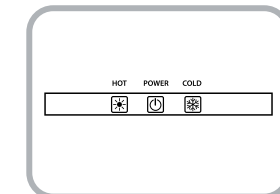

Fig.4
6. Prenda el interruptor de agua caliente, espere un par de minutos y luego prenda el interruptor de agua fría. Permita que la unidad alcance las temperaturas mínimas del agua caliente y agua fría. Esto tomará aproximadamente 60 minutos y las Luces Indicadoras se apagarán. (Fig. 4)